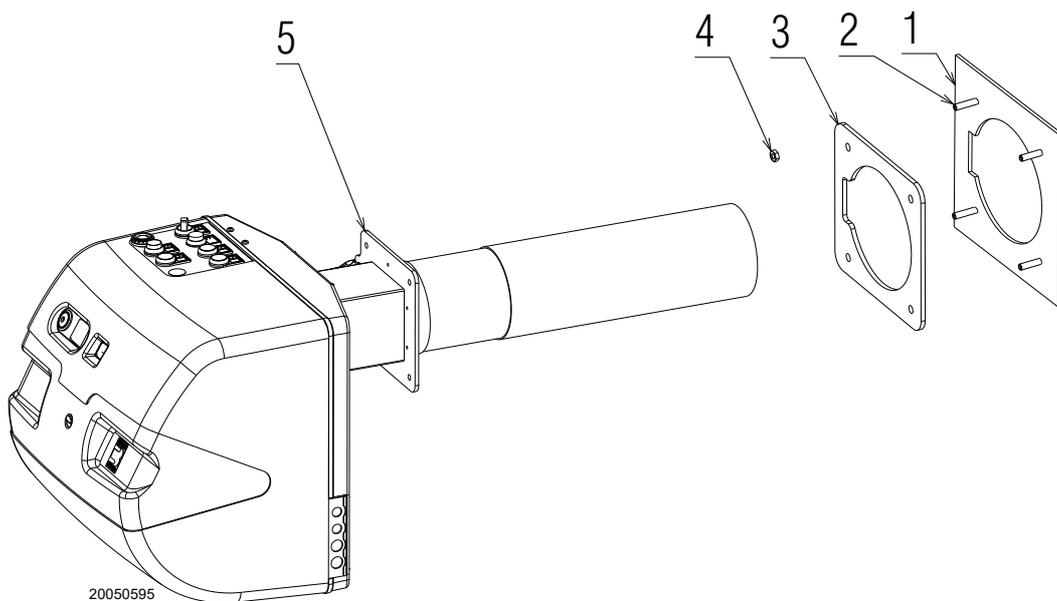

Fig. 16
- Visser les goujons (2)(Fig. 16) sur la plaque de la chaudière (1)(Fig. 16).
- Placer la protection réfractaire (3)(Fig. 16).
- Fixer la bride (5)(Fig. 16) à la plaque de la chaudière et visser les écrous (4)(Fig. 16).